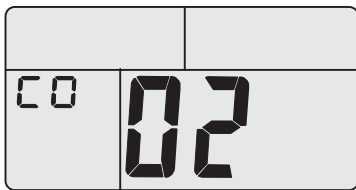

图 5.14
(2) 传输数据到掌上电脑或个人电脑。按 **SET** 键液晶屏显示当前测试组编号。按 **+** 键或 **-** 键可以选择要传输的测试组编号，**+** 键选择后一组，**-** 键选择前一组。如图 5.14 所示